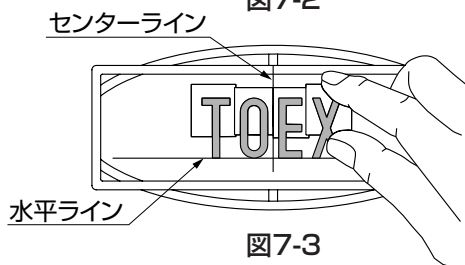

図7-3
- ③ 水平ラインと文字の位置を合わせ、文字をセンターラインから左右等間隔になるように仮貼りしてください。(図7-3参照)